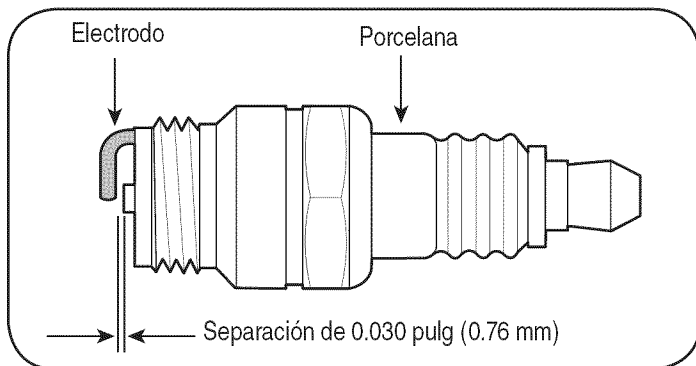

Figura 9
2. Saque e inspeccione la bujía. Verifique la separación para asegurarse de que está fijada en 0.030". Vea la Figura 9.